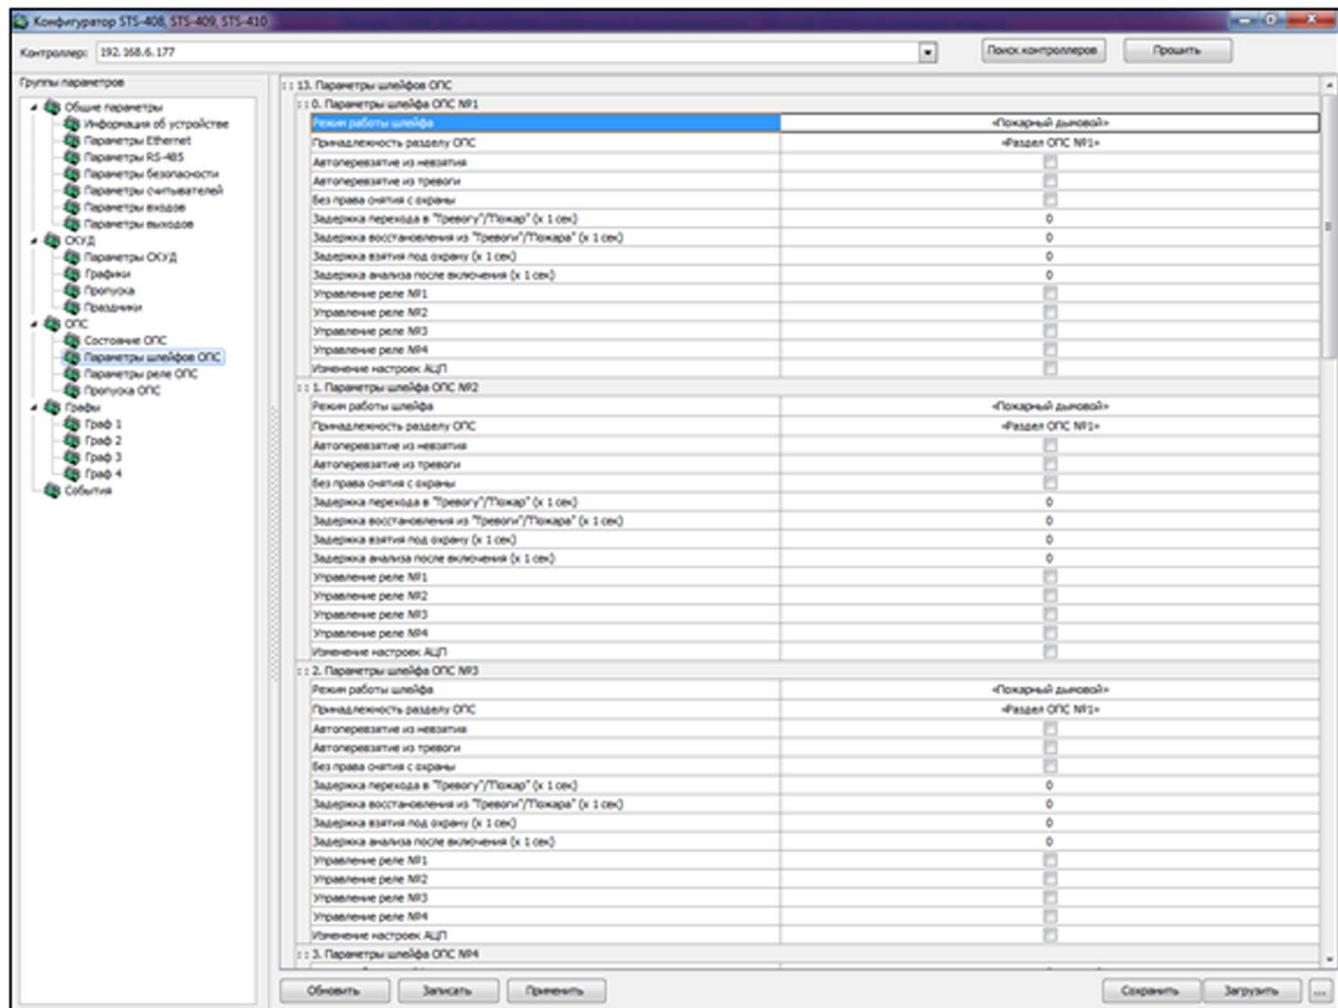

Рисунок 40
*Настройте параметры каждого из 8 шлейфов (рисунок 40):*